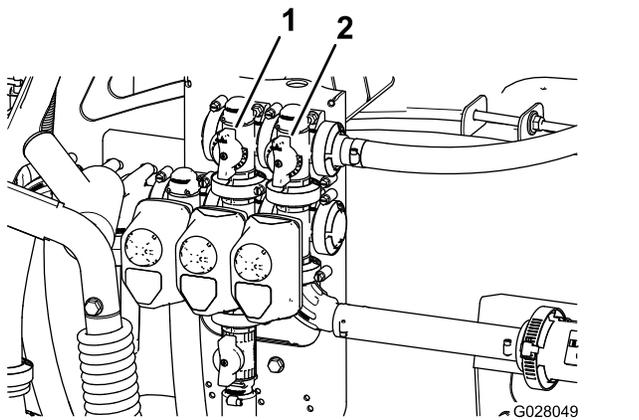

図 20
11. 攪拌バルブの背面についている攪拌バイパスバルブ 図 20 を使って、水圧計の読みが 6.9bar になるように調整する。
9. マスターブームバイパスハンドルを使ってタンク内の攪拌動作を調整する 図 20。